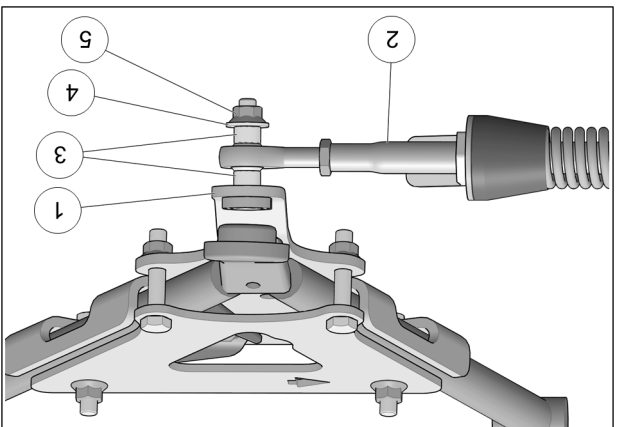

Fig. 19
10. Fixer le bras stabilisateur (2) à l'ancrage de suspension (1) à l'aide des deux espacers (3), de la rondelle (4) et de l'écrou autobloquant (5). Serrer à un couple de 70 N•m [52 lb•pi]. Voir la Fig. 19